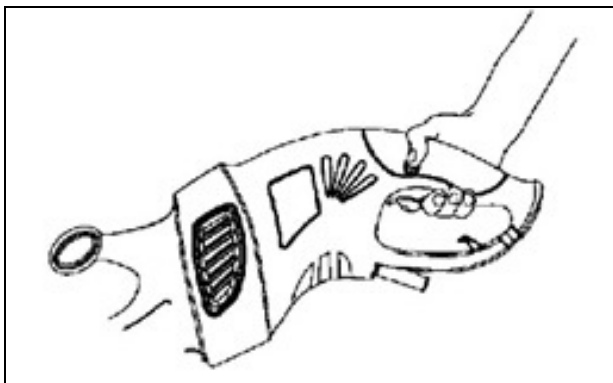

Fig. 4
Sujete firmemente la bordeadora y sin tocar el césped que va a cortar, pulse el pulsador de bloqueo de seguridad (7) y el gatillo del interruptor (5). Para apagar la bordeadora, suelte el gatillo del interruptor (Fig.4).